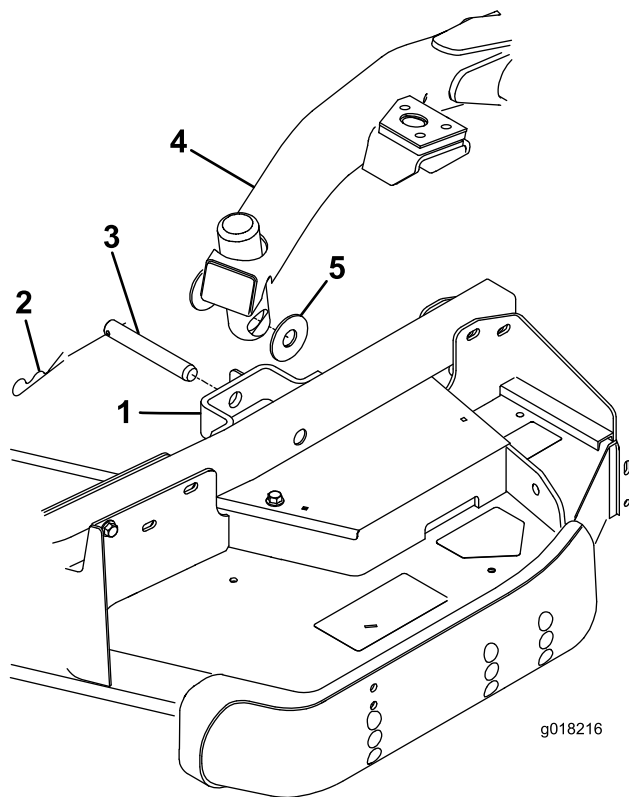

Bild 26
- Stellen Sie den Hubhebel nach vorne auf die Schweben-Stellung. Drücken Sie einen Hubarm nach unten, bis die Löcher im Hubarm mit den Löchern in der Laufradarmhalterung ausgerichtet sind, und die Schritthöhenstange in die Hubarmpolster eingesetzt werden kann (Bild 26).
- Befestigen Sie den Hubarm mit zwei (2) Druckscheiben, einem Lastösenbolzen und einem Splint am Laufradarm. Legen Sie die Druckscheiben zwischen den Hubarm und die Halterung des Laufradarms (Bild 26). Setzen Sie das Ende des Splints in den Schlitz im Laufradarm ein, um den Splint zu arretieren.